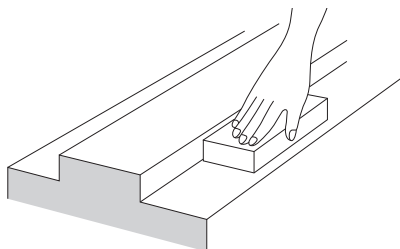

Fig.21
- (1) Quite rebabas y nudos de la superficie de montaje del rail LM de la base utilizando una piedra de aceite. (Fig.21)